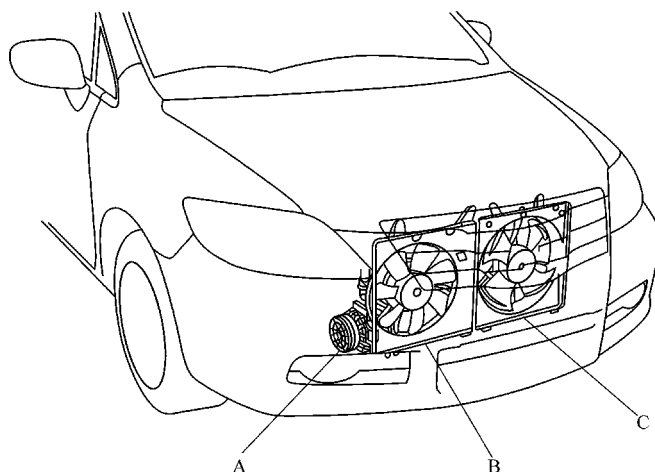

图 17-2 检查压缩机离合器及冷却风扇
(4) 检查传动带是否有外形损坏或存在打滑迹象。如果传动带损坏或存在打滑迹象, 将其更换并重新检查。
(5) 检查空调冷凝器的散热片是否有异物堵塞 (污垢、昆虫等)。如果空调冷凝器堵塞或受限制, 用水和清洁剂仔细清除空调冷凝器散热片的异物。确保完全干燥空调冷凝器。
(6) 检查空调冷凝器散热片是否损坏 (散热片弯曲)。如果空调冷凝器任意散热片弯曲, 试着将其捋直。进行冷冻机油泄漏检查以便检查空调冷凝器是否有任何可视损坏。如果空调冷凝器泄漏或无法使散热片变直, 更换空调冷凝器。
(7) 起动发动机, 打开空调系统, 让其运行几分钟, 达到稳定工作状态。
(8) 检查并确认在风扇控制开关的每个位置 (除 OFF 位置外), 空调都能运行。如果空调在所有风扇控制开关位置都不能运行, 则需要对空调电气系统进行诊断。
(9) 如图 17-2 所示, 检查空调压缩机离合器电枢盘 A 是否吸合, 并且转速与带轮相同。如果空调压缩机离合器未正确接合, 则要排除空调压缩机离合器的电路故障。
(10) 当空调压缩机离合器接合并向发动机室内吹气时, 检查并确认空调冷凝器风扇 B 和散热器风扇 C 都能运行。如果一个或两个风扇都工作不正常, 根据症状将故障排除。